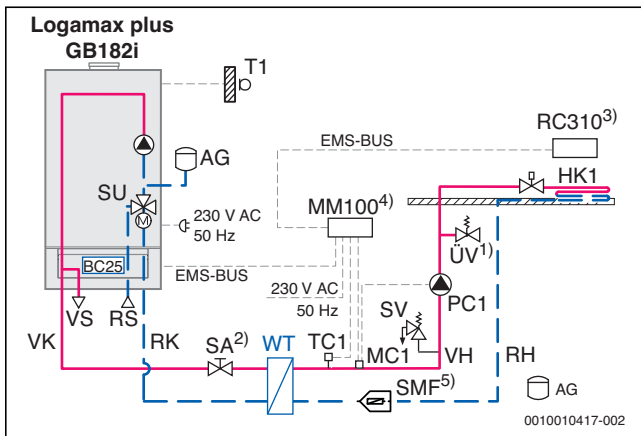

Bild 50 Beispiel für eine Fußbodenheizung mit Systemtrennung über einen Wärmetauscher bei nicht sauerstoffdichten Röhren (Abkürzungsverzeichnis → Seite 41)
Bei der Installation von sauerstoffdurchlässigen Rohren, z. B. für Fußbodenheizungen, ist eine Systemtrennung mithilfe eines Wärmetauschers einzuplanen (\rightarrow Bild 50, Seite 47).
Für Fußbodensysteme mit **nicht** sauerstoffdichten Röhren ist eine Systemtrennung vorzusehen. Der Fußbodenkreis muss nach dem Wärmetauscher separat mit Ausdehnungsgefäß, Sicherheitsventil und Temperaturwächter abgesichert werden (→ Bild 50). Die Auslegung des Wärmetauschers ist entsprechend den gewählten Betriebstemperaturen vorzunehmen. Der primärseitige Druckverlust (Kesselkreis) muss kleiner als die Restförderhöhe der im Logamax plus GB182i (K) integrierten Heizungspumpe sein.